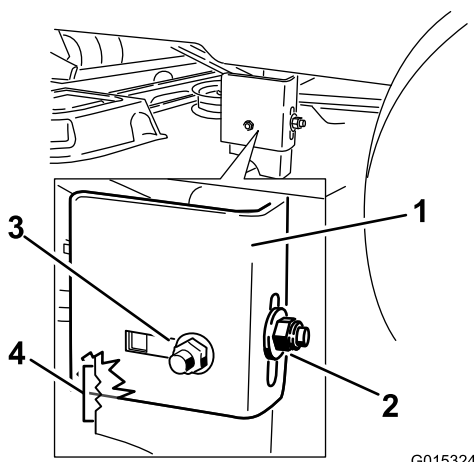
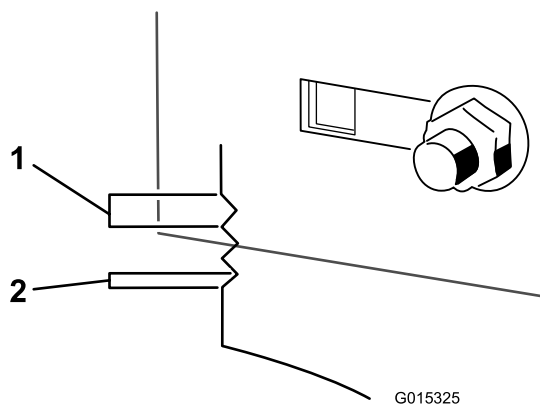

Figura 54
Figura 55
9. Allentate il dado di bloccaggio posteriore sul supporto di sospensione (Figura 54).
10. Allentate il dado di bloccaggio laterale sul supporto di sospensione appena a sufficienza per poter regolare la sospensione (Figura 54). Utilizzate le tacche sulla staffa saldata per prendere le misure delle regolazioni. La superficie di ciascuna tacca corrisponde a 6 mm, mentre un singolo lato corrisponde a 3,2 mm (Figura 55). Regolate l'altezza del piatto di taglio sul valore desiderato.
11. Fermate il piatto di taglio nella posizione regolata e serrate il dado di bloccaggio laterale sul supporto di sospensione per fissare la nuova posizione (Figura 54). Serrate il dado di bloccaggio posteriore sul supporto di sospensione.